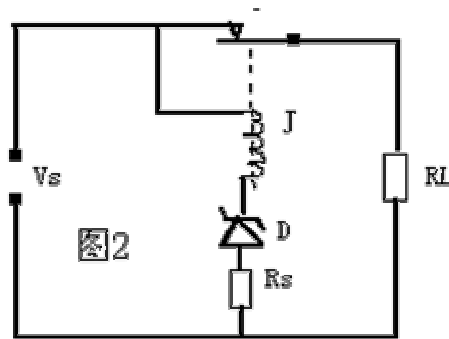

图 2
1、浪涌保护电路 (如图 2): 稳压管在准确的电压下击穿, 这就使得它可作为限制或保护之元件来使用, 因为各种电压的稳压二极管都可以得到, 故对于这种应用特别适宜. 图中的稳压二极管 D 是作为过压保护器件. 只要电源电压 V_S 超过二极管的稳压值 D 就导通, 使继电器 J 吸合负载 R_L 就与电源分开.